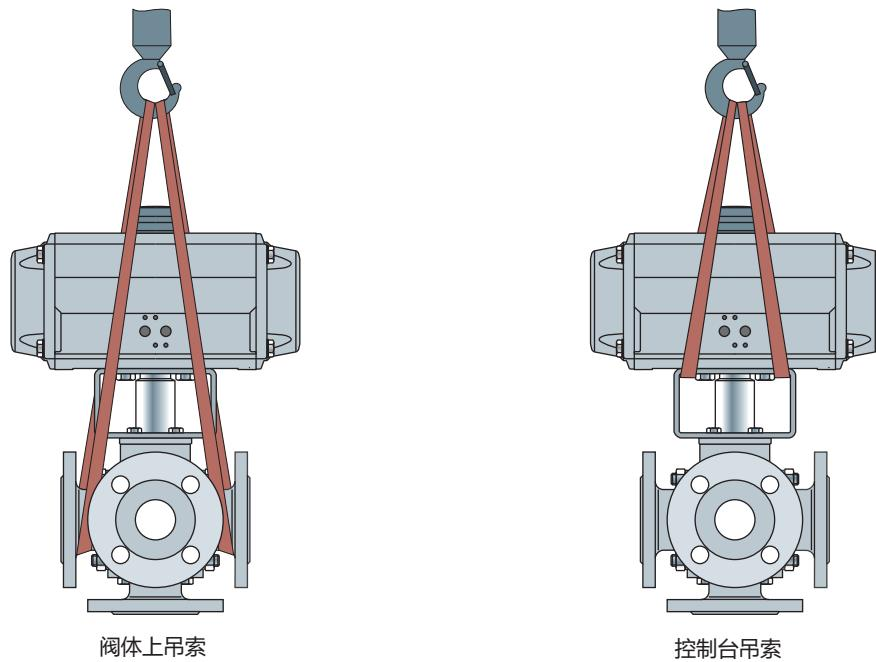

图 4-1：球阀上提升点
- ⇒ 使用带有安全夹的挂钩作为悬吊元件，以防吊索在提升和运输期间滑离挂钩，请参见图 4-1。
- ⇒ 将吊索扣紧到每个外壳法兰以及起重机或叉车的悬吊元件（例如，挂钩），请参见图 4-1。在执行此操作时，请检查承载量和吊索长度，以确保安全。
- ⇒ 将吊索扣紧到起重机或叉车的托架和悬吊元件（例如，挂钩），请参见图 4-1。在执行此操作时，请检查承载量和吊索长度，以确保安全。